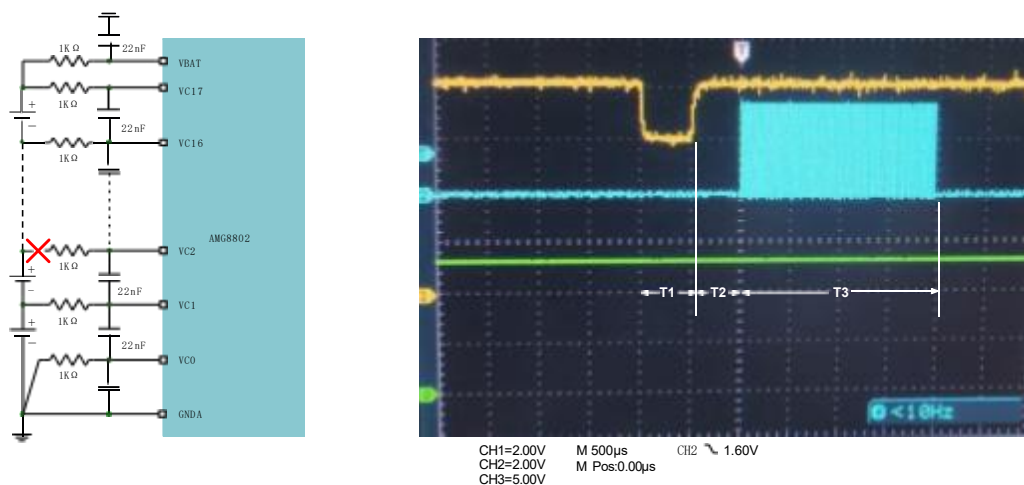

图 11: 断线诊断示意图
假设在图 11 的红色画“×”的地方发生断线。当芯片执行断线检测时，会进行以下动作：
- 使能 VC1 和 VC2 的被动均衡，内部均衡 mos 导通，时间 T1（见图 11）。
- 关闭 VC1 和 VC2 的被动均衡，延时时间 T2（见图 11），若断线，VC2—VC1 电压被拉低以后无法恢复；而如果没有断线的话，VC2 管脚电压可以快速恢复。